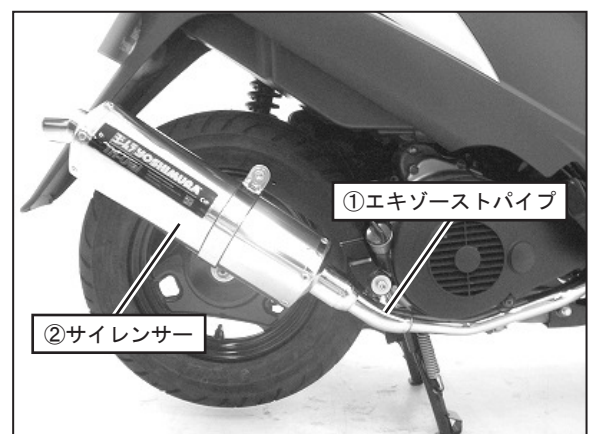

FIG. 9
8. ①エキゾーストパイプに②サイレンサーを奥まで挿入して下さい。（FIG. 9参照）